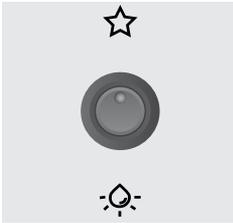
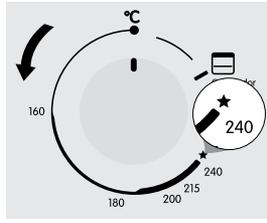
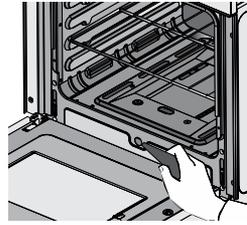

Figura 22 . Interruptor encendido electrónico
Figura 23 Selector de temperatura con encendido automático
Figura 24. Encendido manual
2. Sin dejar de presionar la perilla, accione el interruptor del encendido electrónico ☆ figura 22 o en caso de tener encendido automático gire la perilla hasta la posición ★ figura 23. De lo contrario utilice un encendedor manual. Ver Figura 24